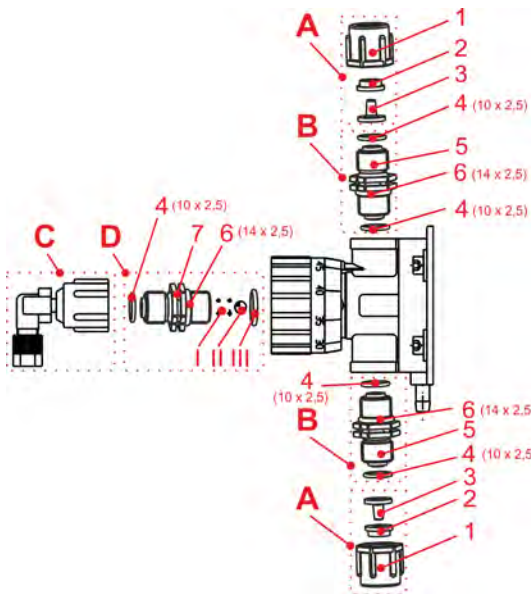

Fig. 89 : Remplacement de la soupape d'aspiration/ soupape de retour
2. ► la présence de saletés et l'étanchéité de la soupape d'aspiration et de la soupape de pression , Fig. 89 .